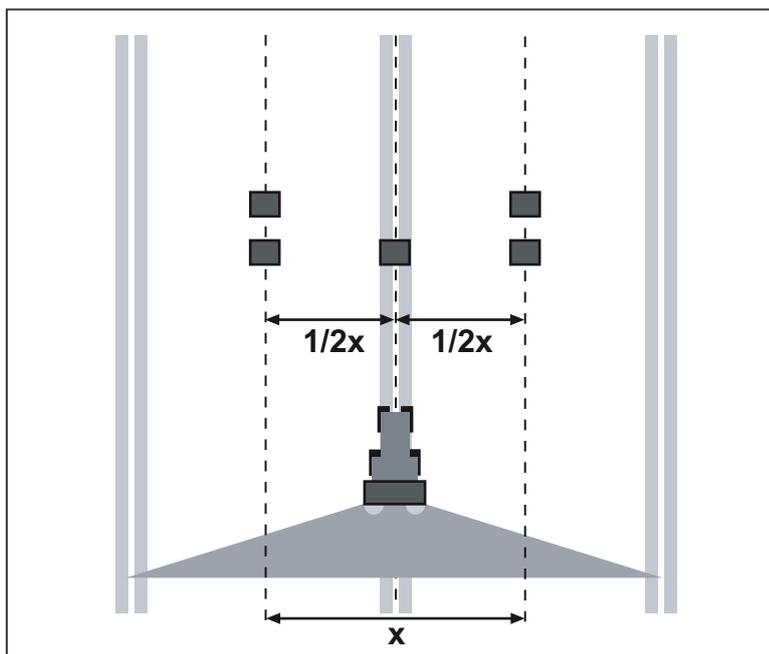

Figure 7.16 : Plan de disposition pour un passage
- Placer deux bacs collecteurs à une distance de **1 m** l'un derrière l'autre dans les zones de recouvrement (entre les passages) et un bac sur la trace (conformément à la figure 7.16).